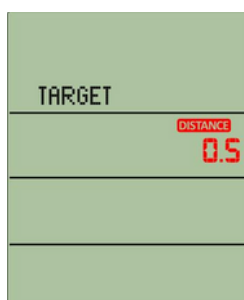

Figura 42
- Al presionar el botón TARGET DISTANCE, se accede a este modo. La matriz mostrará "TARGET" iluminado constantemente (Figura 42).